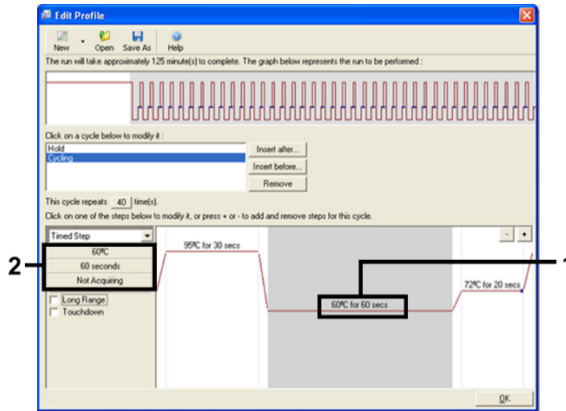

Figura 7. Paso de ciclado a 60 °C.
9. Seleccione el segundo paso y establezca el valor en 60 °C durante 60 segundos. Haga clic en Not Acquiring (No adquirir) para activar la adquisición de datos durante este paso. (Figura 7).